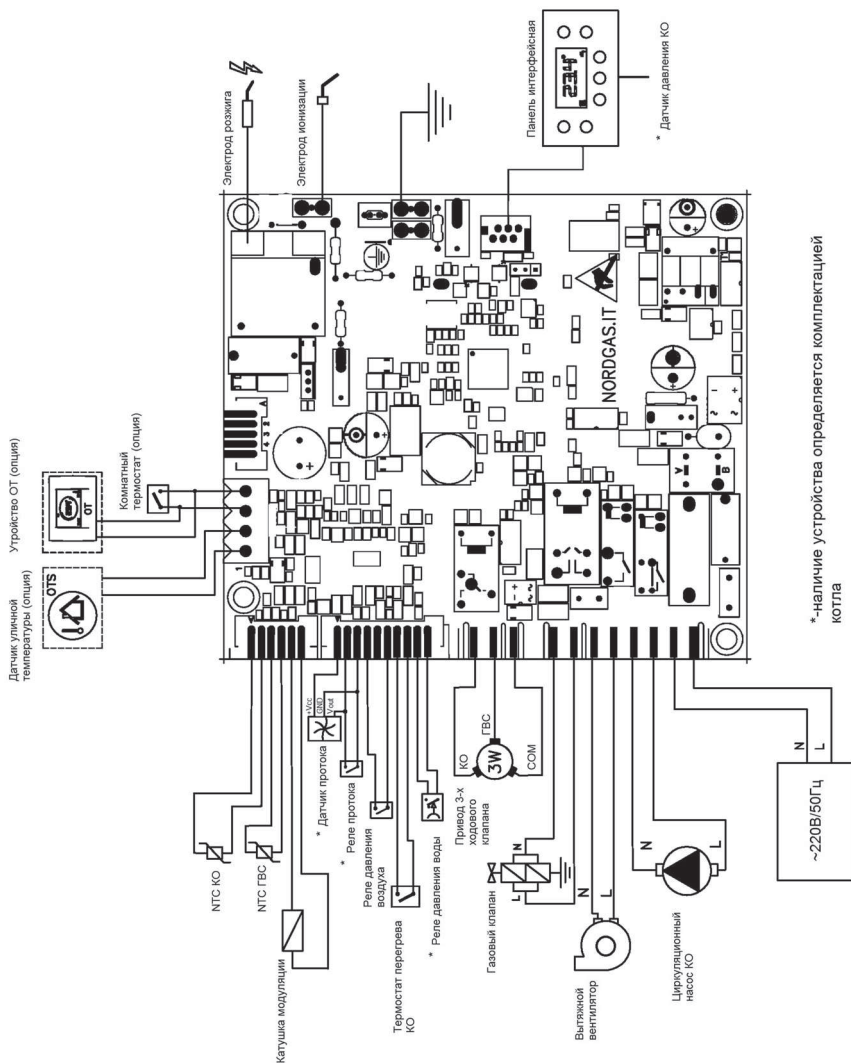

Рис. 12. Схем электрических подключений
- проденьте двухпроводной кабель, идущий от выносной панели, через проходную муфту 5 в корпусе и подключите его к клеммам 1 и 2 (рисунок 12);